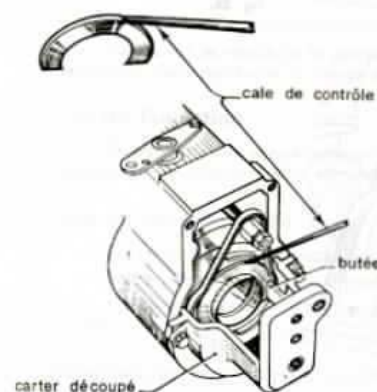

Fig. 21.
Réglage du début d'injection réel (fig. 21 et 22)
- Monter, avec joint, un carter nu de régulateur (sans ressorts), préalablement découpé (fig. 21 et 21 bis).
- Placer une cale (1) fixée à l'extrémité d'une tige entre le plateau et les butées du carter.
- A cette position, régler le début d'injection réel sur chaque cylindre par rotation des têtes hydrauliques (2) à l'aide de la clé spéciale (23).
- Desserrer les vis de réglage (3) « GV » et « R » et serrer la vis « D » jusqu'à affleurement du contre-écrou.
- (1) Cale de réalisation locale de 1 mm d'épaisseur pour les régulateurs avec début de coupure inférieur à 1 200 tr/mn, et 1,5 mm d'épaisseur pour les régulateurs avec début de coupure supérieur à 1 200 tr/mn.
(2) Rotation à droite pour augmenter et à gauche pour diminuer.
(3) GV = grande vitesse; R = ralenti; D = débit.
Fig. 21 bis. — Carter découpé de régulateur pour réglage au banc.